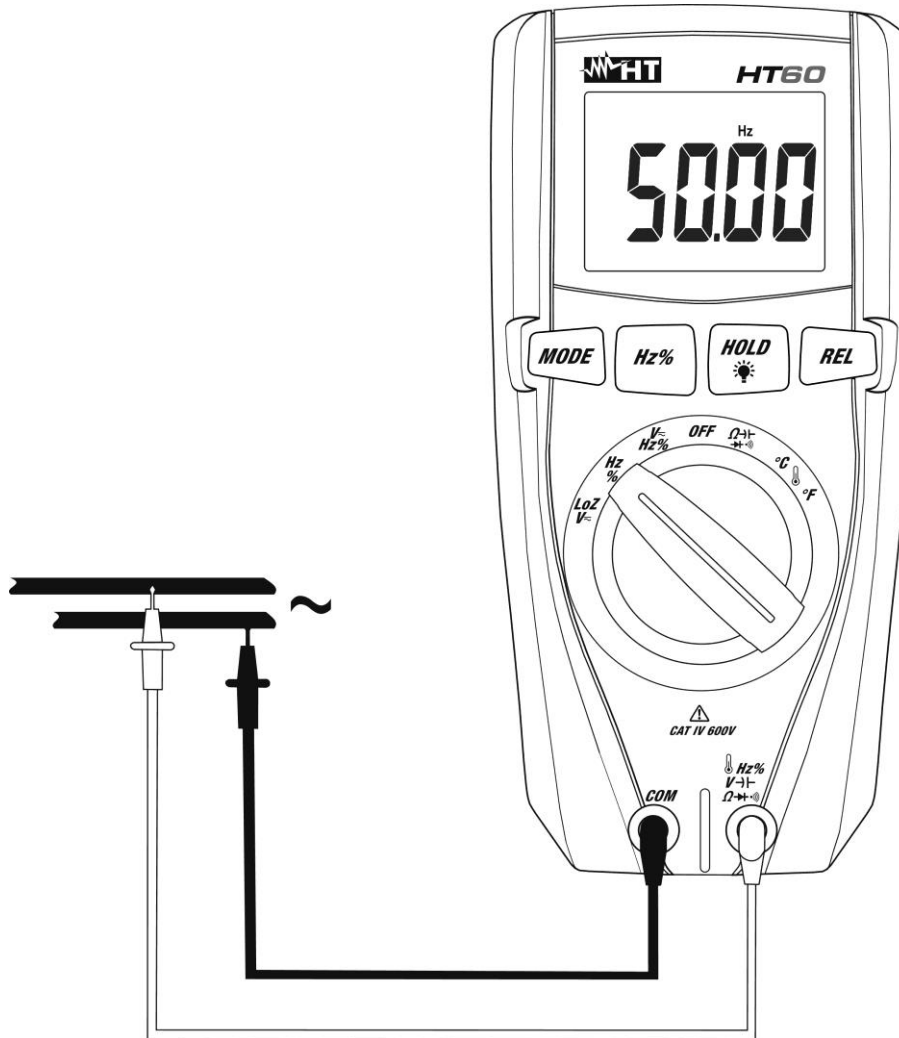

Abb. 7: Verwendung des Gerätes für Frequenz- und Duty Cycle-Messungen
3. Verbinden Sie die Messleitungen mit den gewünschten Messpunkten des zu messenden Kreises (siehe Abb. 7). Der Frequenzwert erscheint auf dem Display.